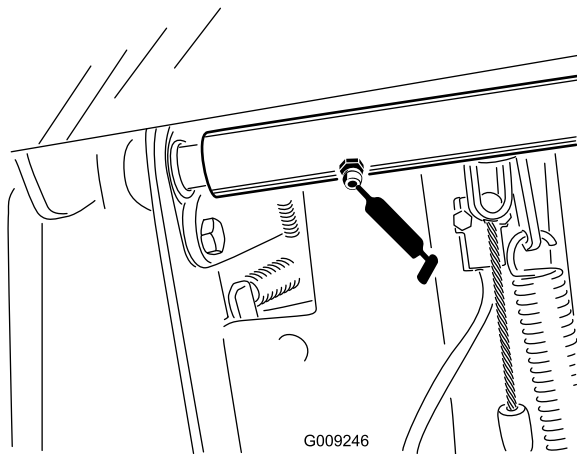

Figure 36
- Roulements d'axe de pivot de la pédale de frein (2) (Figure 36)